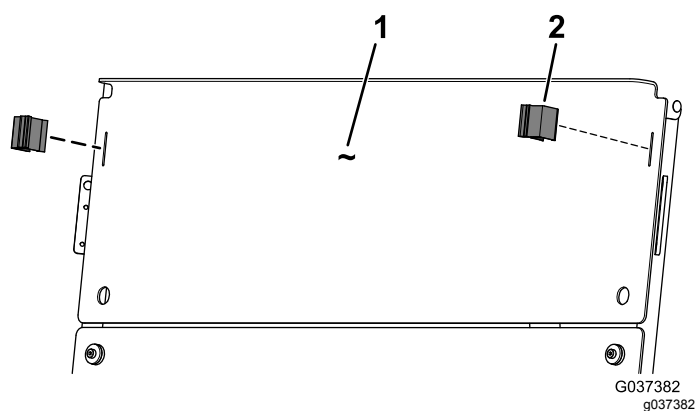

Figura 5
4. Fissate il parabrezza superiore ai tubi del tettuccio utilizzando le 2 clip riceventi (Figura 5).